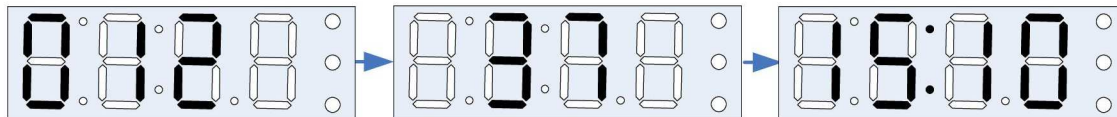

Рис. 34
4.4.1 Для вывода на индикатор уровня зарядки аккумуляторной батареи в процентах, текущего времени и номера сигнализатора, в режиме «Ожидание СОД» необходимо нажать кнопку «Питание», на время не менее 2-х, но не более 4-х секунд. Для примера на Рис. 34 отображено: номер сигнализатора 012, уровень заряда – 37%, время – 15 часов 10 минут.